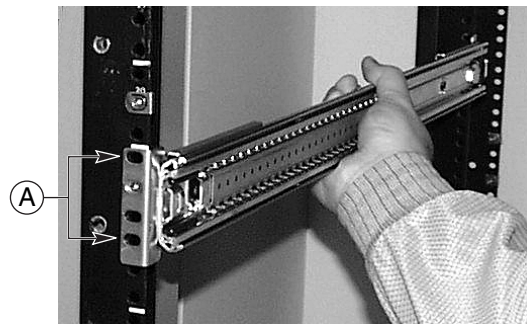

Figura 8 Conjunto de rieles corredizos alineado con orificios en el bastidor
La Figura 8 muestra el conjunto de rieles corredizos alineado con los orificios en el bastidor. Los orificios tienen la letra "A".
4. Como se muestra en la Figura 8, inserte dos tornillos en los orificios del soporte frontal y el bastidor. Asegure los tornillos para fijar la parte frontal del conjunto de rieles corredizos al bastidor.